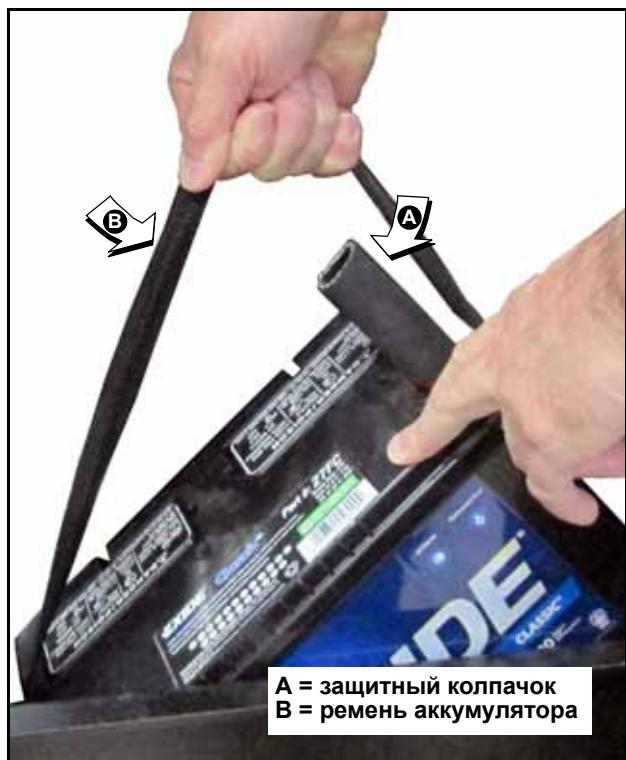

Рис. 5-11. Снятие/установка аккумулятора
- Наденьте резиновый защитный колпачок на положительную (+) клемму аккумулятора. См. пункт «А» на Рис. 5-11
- Поднимите аккумулятор с поддона, взвавшись за ремень аккумулятора. См. пункт «В» на Рис. 5-11
1. Наденьте резиновый защитный колпачок на положительную (+) клемму аккумулятора. См. пункт «А» на Рис. 5-11
2. Поднимите аккумулятор, взявшись за ремень аккумулятора. См. пункт «В» на Рис. 5-11